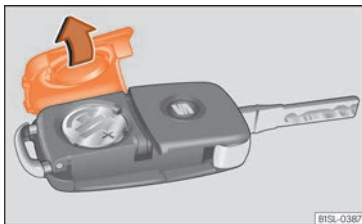

Fig. 65 Clé du véhicule : ouverture du cache du logement de la pile.
- Retirez le cache de la partie arrière de la clé du véhicule »» fig. 65 dans le sens de la flèche »» ①.
- Placez le cache comme indiqué »» fig. 65 et appuyez-le contre le boîtier de la clé du véhicule dans le sens contraire de la flèche jusqu'à le faire emboîter.